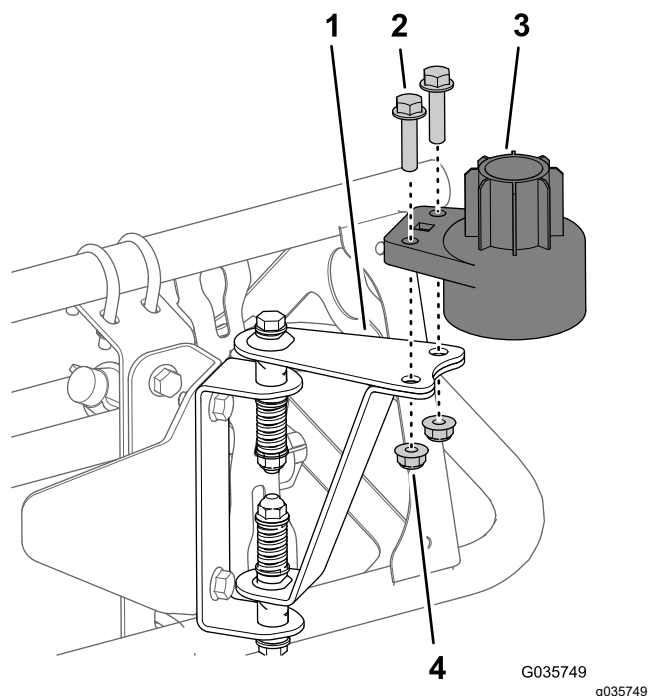

図 20
1. センサー取り付け用金具 図 20 に下側センサーハウジングを取り付けるボルト5/16 x 1 1/4" 2本とロックナット5/16" 2個を使用する。